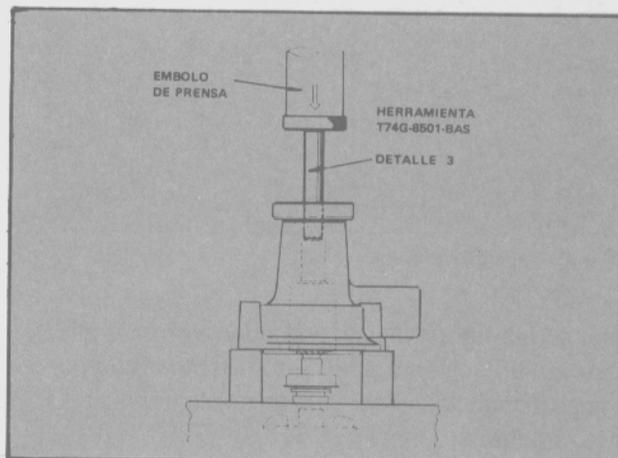

Fig. 16 - Extracción del eje y rotor.
- Apoyar la bomba de agua sobre la base de una prensa, de tal manera que debajo quede un orificio que permita la salida del eje conjuntamente con el rotor. Con el detalle 3 de la herramienta T74G-8501-BAS colocado sobre el eje, accionar la prensa y extraer el conjunto de eje, sello y rotor (Fig. 16).